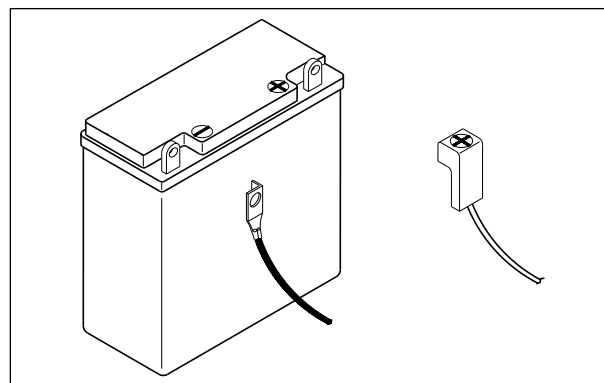

Fig. 5.9
- Aplique graxa cobreada nos terminais após a conclusão da conexão e cubra o terminal positivo com a capa. (Fig. 5.9)